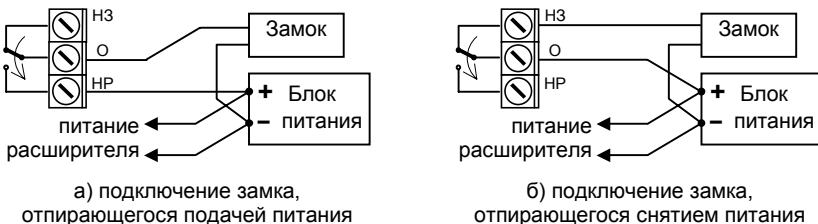

Рис. 6. Подключение электрического замка
***ВНИМАНИЕ!** Рекомендуется питать замок от отдельного источника. Если замок и расширитель работают от общего источника питания, то для снижения помех рекомендуется выполнять цепи замка и цепи питания расширителя отдельными линиями, соединяющимися непосредственно на выводах источника питания (см. рис. 6). Обязательно используйте в цепи замка искрогасящие элементы (диод, RC-цепочку или варистор).*